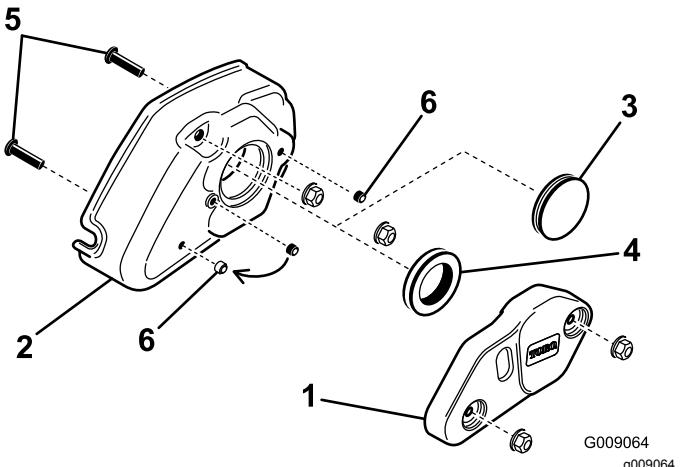

Figure 21
2. Retirez les 2 écrous à embase (5/16") qui fixent le contrepoids du groomer au couvercle du groomer, et déposez le contrepoids (Figure 21).
3. Retirez la rondelle pleine du couvercle et remplacez-la par la rondelle en caoutchouc incluse avec le groomer (Figure 21).
4. Retirez les 2 vis (5/16" x 1 1/4") vissées dans le couvercle (Figure 21).
5. Retirez la vis de fixation qui se trouve dans le trou central du couvercle du groomer (Figure 21).